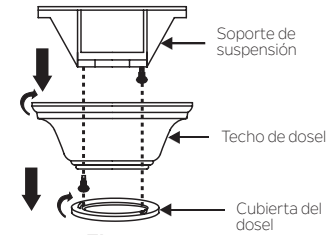

Fig. 5
Paso 1. Retire la cubierta inferior de la cubierta decorativa de la cubierta girando la cubierta hacia la izquierda. (Fig. 5)
Paso 2. Retire el soporte de montaje del techo de la cubierta quitando (y guarde uno de los dos tornillos. Afije el tornillo restante media vuelta. (Fig. 5)